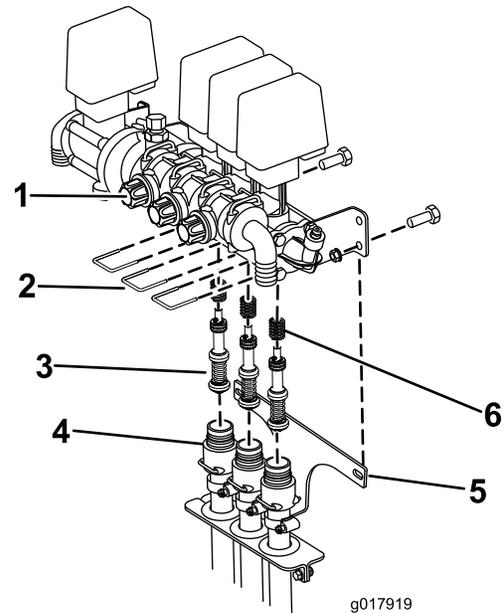

Figure 57
- B. Retirez les 3 étriers qui retiennent les sièges des vannes sur l'ensemble vannes (Figure 57).
- C. Retirez les 2 vis et écrous qui fixent le support de l'attache-flexibles au cadre du pulvérisateur (Figure 57) Abaissez les flexibles pour les éloigner de l'ensemble vannes.
- D. À l'aide d'une clé Allen de 3 mm, retirez les vis de fixation des pistons dans l'ensemble vanne. Veillez à tenir compte des ressorts présents dans la vanne (Figure 57).